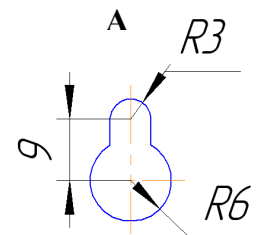

Рисунок 1 - Общий вид универсального конвектора
5.1 Конвектор (рис. 1) представляет собой кожух 1, внутри которого на основании 8 расположены два трубчатых электронагревательных элемента (ТЭН), на рисунке не показаны. В цепь питания нагревателей включен клавишный выключатель 4, расположенный на боковой крышке, термовыключатель защиты от перегрева SK1 (не показан) и биметаллический терморегулятор SK2 с ручкой 3 (см. рис. 2 и 3).
6.2 Для установки конвектора на стене, необходимо прикрепить кронштейны к задней стенке конвектора с помощью самонарезающих винтов (входят в комплект поставки) – см. рис. 1 (размер L).
6.3 Для напольного расположения конвектора необходимо внизу по краям основания 8 саморезами закрепить ножки – опоры 7 (входят в комплект поставки), см. рис. 1.